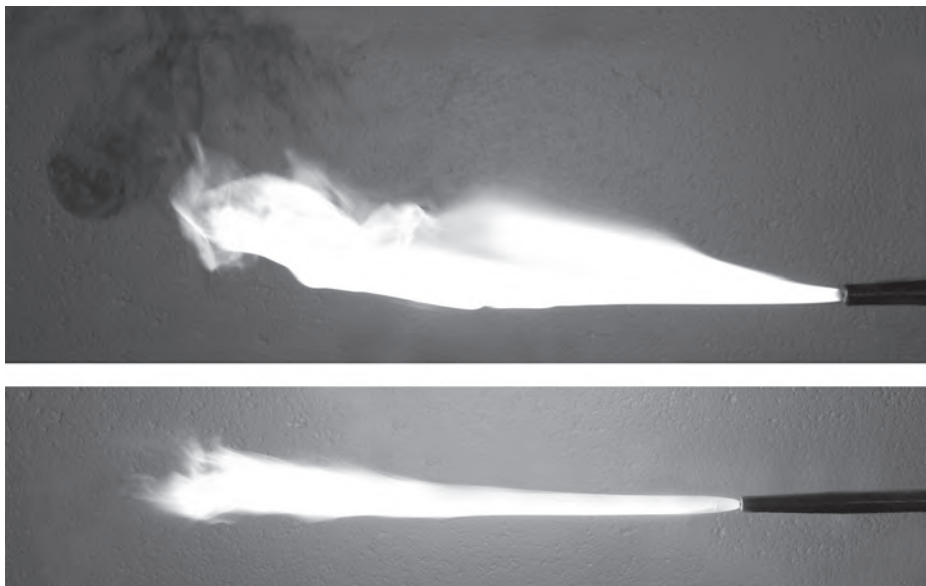

Figura 11: Ajustar las llamas
7. Continúe abriendo la válvula de combustible hasta que las llamas dejen de echar humo (ver figura 11).